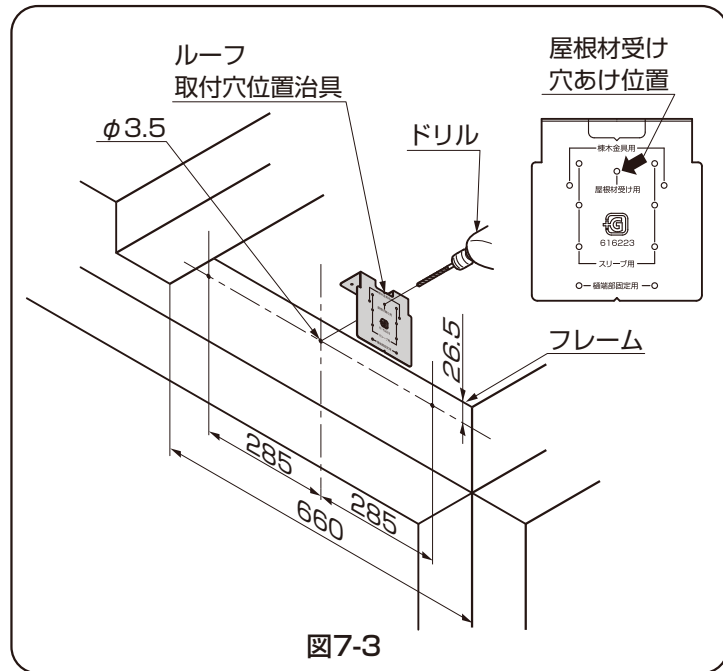

図7-3
- ①ルーフ取付穴位置治具をあてφ3.5をフレームにあけてください。(図7-3参照)